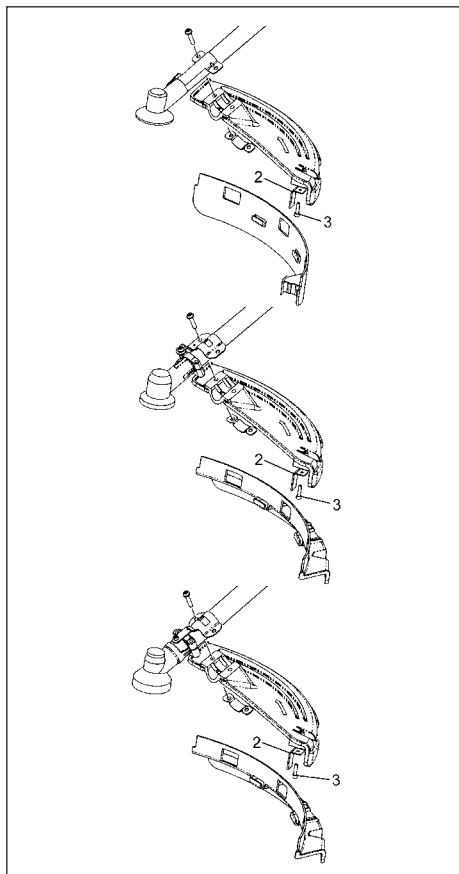

Рис. 1-8
#### **Монтаж защитного приспособления лезвия (Рис. 1-8)**
**ПРИМЕЧАНИЕ! (Рис. 1-8)**